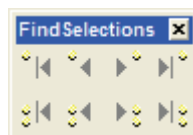

图 7-8 “FindSelections” 工具栏
(5) 执行“Find Selections”命令，打开如图 7-8 所示的“FindSelections”工具栏。设置与对象选择相关的操作。